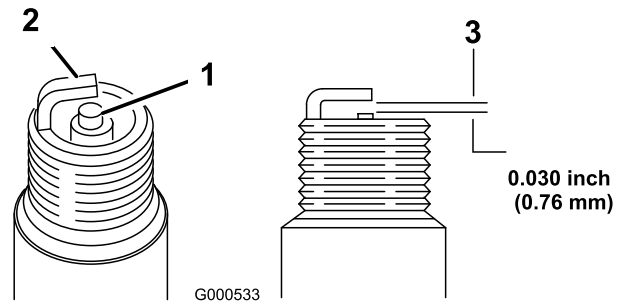

Bild 42
5. Stellen Sie den Elektrodenabstand auf 0,76 mm ein (Bild 42).